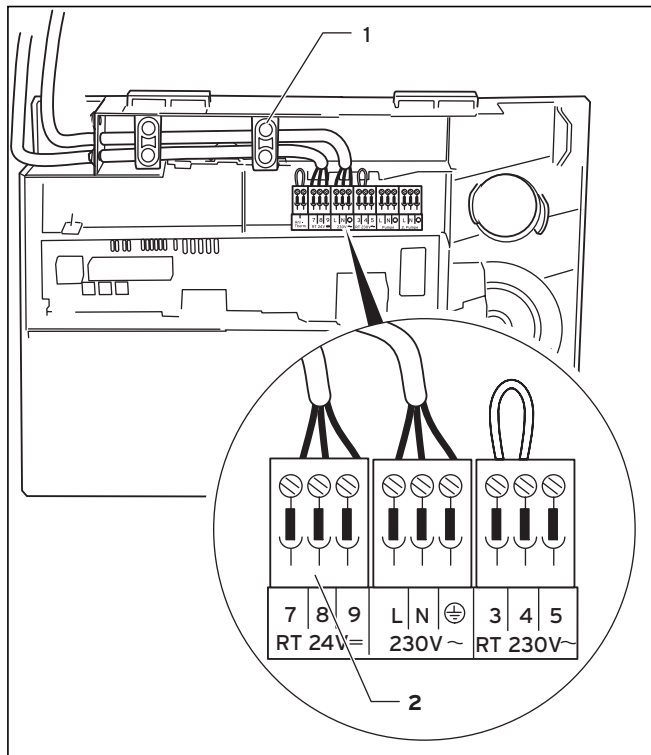

Fig. 5.7 Raccordement d'un régulateur commandé par les conditions atmosphériques
- Branchez les câbles de raccordement conformément à la figure 5.7 ou aux tableaux 5.1 et 5.2 aux prises ProE correspondantes ou aux prises de l'électronique.